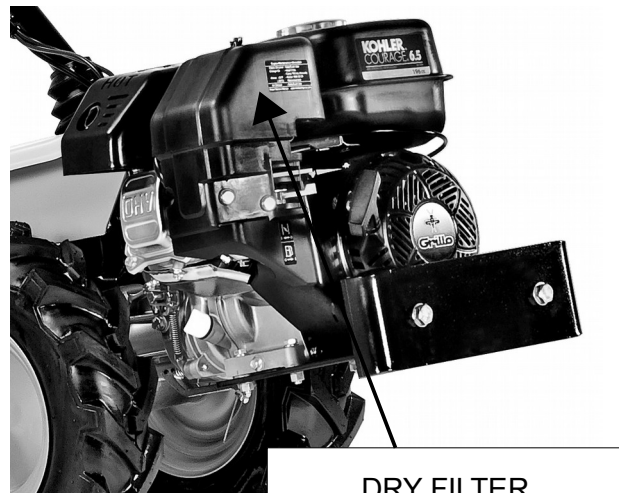

Fig. 5A
– que el filtro del aire está limpio (fig. 5 – fig. 5A);